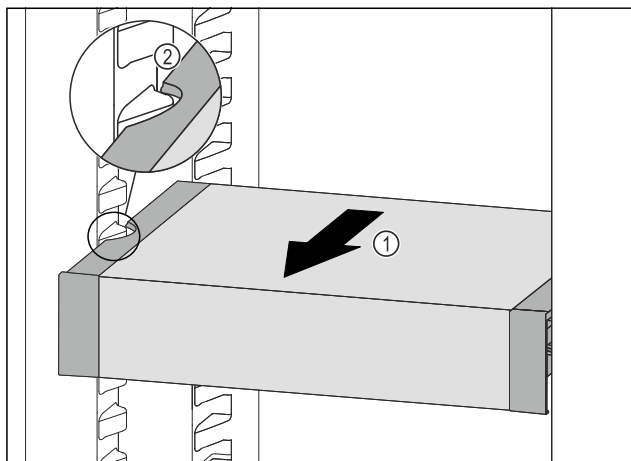

Fig. 105
- Потягнути VarioSafe вперед Fig. 105 (1), поки бокові заглиблення VarioSafe не опиняться на рівні ребра для ємності в охолоджувальному відділенні. Fig. 105 (2)